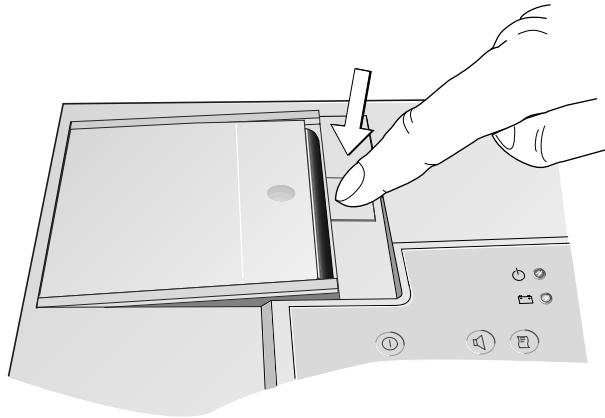

Bild 10-1. Entriegeln der Papierschachtklappe
- Drücken Sie die Entriegelungstaste für die Papierschachtklappe, so daß diese aufspringt (Bild 10-1).